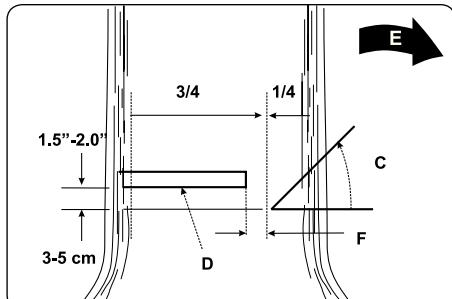

Рис. 11В
**ПРЕДУПРЕЖДЕНИЕ:** Не ходите перед деревом, которое уже подрезано. Окончательный срез (D) выполняется с обратной стороны дерева в 3 - 5 см над горизонтальной основой подреза (C) (Рис. 11В).